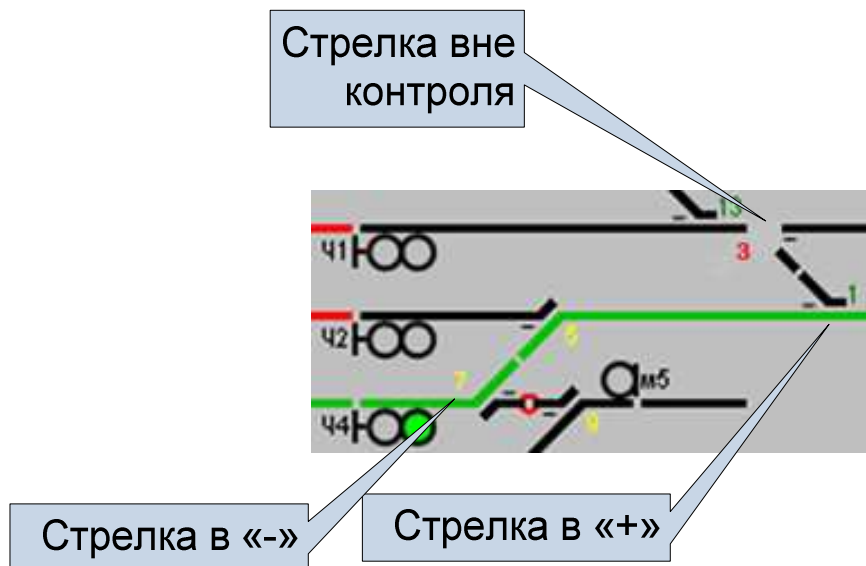

Рис.284
- ЗЕЛЁНЫЙ - РЦ входит в установленный и ещё не использованный поездной маршрут (см. рис. 284);